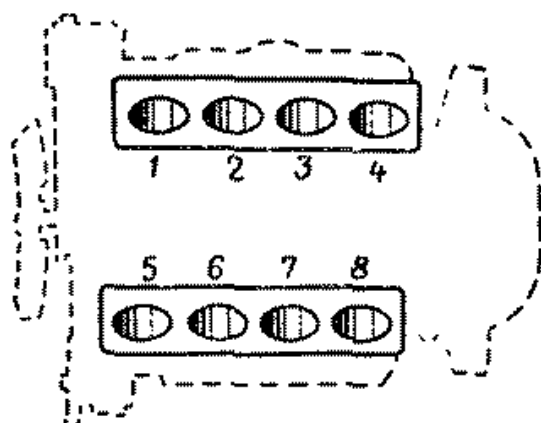

Рис. 35. Порядок нумерации цилиндров
6. После замены поршня на его днище выбить порядковый номер цилиндра, в который он будет установлен (рис. 35).